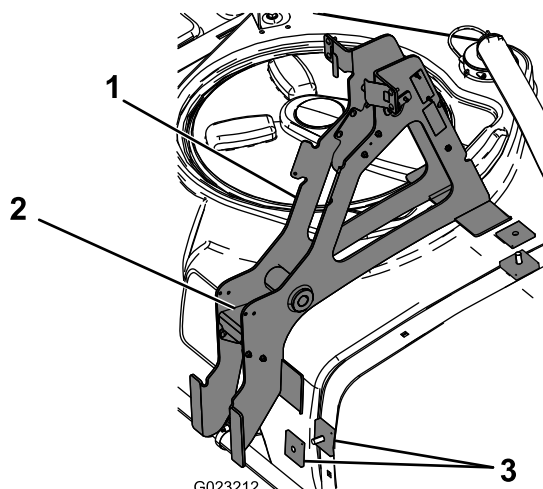

Рисунок 3
5. Установите два квадратных разделителя на ранее установленные каретные болты (Рисунок 3).
6. Снимите и сохраните 4 болта и гайки, которые крепят направляющую пластину к узлу основной опорной рамы (Рисунок 3).
7. Установите основную опорную раму на квадратные разделители и каретные болты, как показано на Рисунок 3.